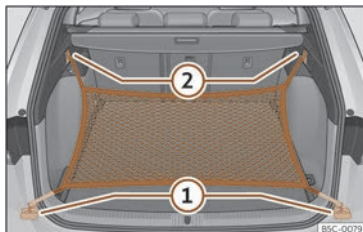

Fig. 127 No maleteiro: argolas (1) e ganchos (2) para enganchar a bolsa de rede.
- Fixe os ganchos curtos da rede nas argolas de amarre»» fig. 127 (1) »» ⚠. A cremalleira da bolsa ten que quedar cara arriba.
- Fixe as cintas nos ganchos para colgar bolsas (2).